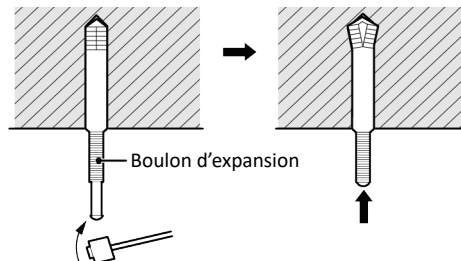

Fig. 4.1.3
- 2 Insérez le boulon d'expansion M10 dans le trou, puis enfoncez le clou dans le boulon, comme illustré à la Fig 4.1.3.